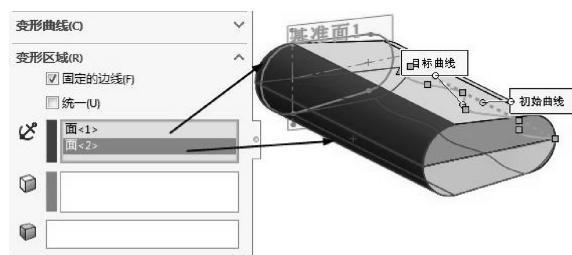

图 3-61 选择固定曲面
- 12 选择固定的曲面（不能变形的区域），如图 3-61 所示。